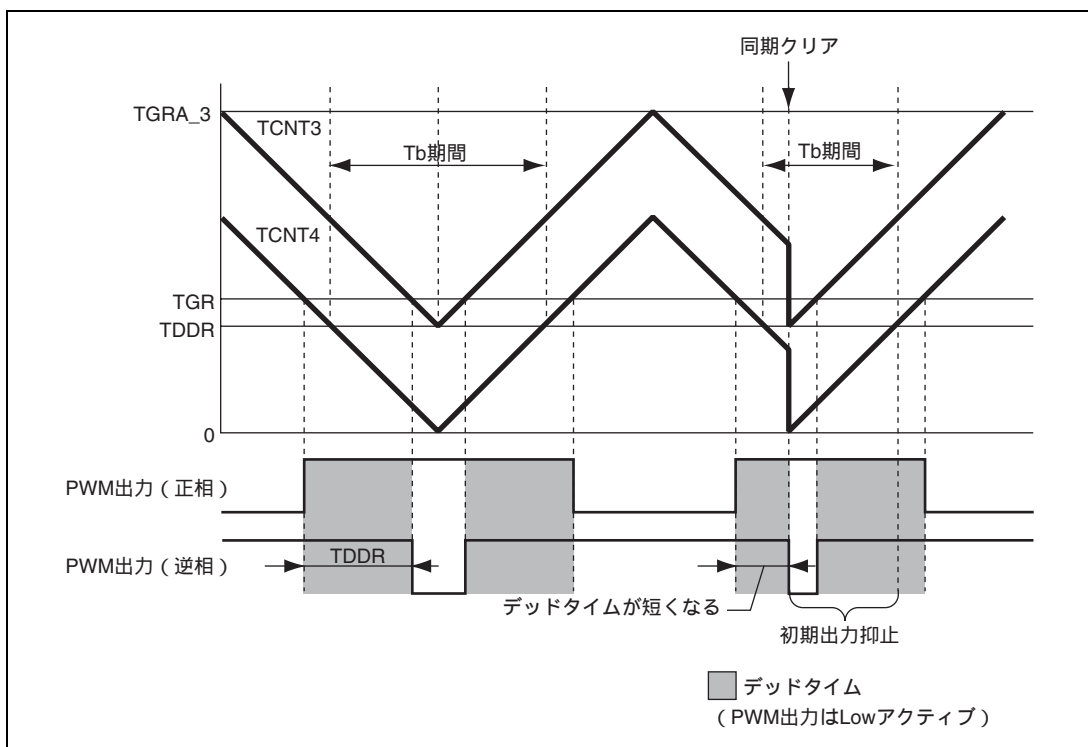

図 11.137 条件(1)の同期クリア例
条件(1) 初期出力の抑止期間にて、PWM出力がデッドタイム期間中に、同期クリアする(図 11.137)。